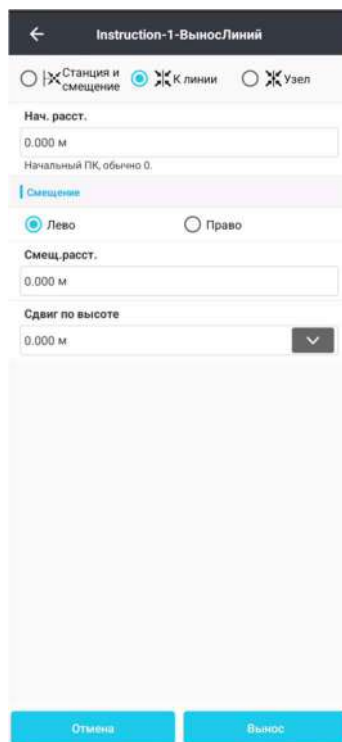

Рисунок 4.6.19
1. Данный метод (Рисунок 4.6.19) позволяет от существующей линии делать вынос последующей в задаваемую сторону по перпендикуляру относительно направления от начала существующей линии к ее концу.